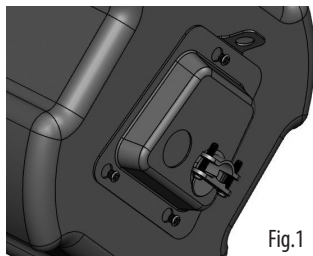
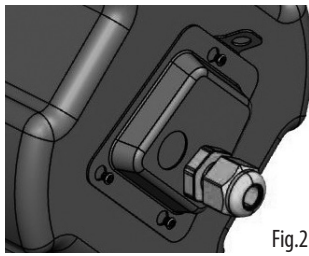
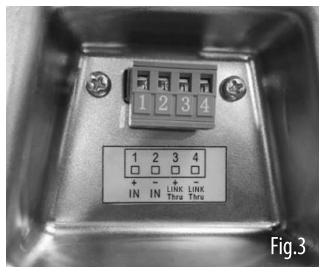

Fig.1
Fig.2
Fig.3
2. Corte o orifício na placa do forro com uma serra circular ou serra de almofada (Fig.2). Coloque o anel em C e a ponte de ladrilhos no topo do painel do teto, alinhando o anel em C sobre o orifício e aparafuse o anel em C na ponte de ladrilhos usando os fixadores fornecidos. (Fig.3)
Se estiver usando uma chave de força, a Tannoy recomenda um ajuste de torque de 1,5 Nm. (Fig.3)
2. Os alto-falantes vêm com uma braçadeira de cabo de alto-falante padrão (Fig.1) e uma bucha opcional para aplicações EN5424 (Fig.2). (Observe que o EN5424 não cobre os subwoofers CVS 801S e CVS801SLZ.)
3. Passe o cabo e fixe-o no conector do tipo Euro (Fig.3).'
4. Para conexão a um amplificador, use os pinos 1 e 2 (Figs.3, 4, 5):
1. Contrassegnare l'area ritagliata sul soffitto tracciando intorno al modello fornito. (Fig. 1)
2. Ritaglia il foro nel soffitto usando una sega a disco, quindi fai scorrere l'anello a C nel soffitto, allineandolo al foro ritagliato. (Fig.2)
Se si utilizza un driver di potenza, Tannoy consiglia una coppia di serraggio di 1,5 Nm. (Fig.3)
1. Inchioda o avvita l'anello di gesso ai travetti. (Fig. 1)
3. Ritaglia il foro nel soffitto usando una sega a disco. (Fig.2)
2. Gli altoparlanti vengono forniti con un pressacavo standard per altoparlanti (Fig.1) e un pressacavo opzionale per applicazioni EN5424 (Fig.2). (Si prega di notare che la EN5424 non copre i subwoofer CVS 801S e CVS801SLZ.)
3. Fate passare il cavo e collegatelo al connettore di tipo Euro (Fig.3). '
4. Per il collegamento a un amplificatore, utilizzare i pin 1 e 2 (Fig. 3, 4, 5):
2. Zaag het gat in de plafondtegels uit met een cirkelzaag of cirkelzaag (Afb.2). Plaats de C-ring en tegelbrug bovenop het plafondpaneel, lijn de C-ring uit over het gat, en schroef de C-ring op de tegelbrug met behulp van de meegeleverde bevestigingen. (Afb.3)
Bij gebruik van een power driver adviseert Tannoy een aanhaalmoment van 1,5 Nm. (Afb.3)
2. De luidsprekers worden geleverd met een standaard luidsprekerkabelklem (Afb.1) en een optionele wartel voor EN5424-toepassingen (Afb.2). (Houd er rekening mee dat EN5424 niet van toepassing is op de CVS 801S en CVS801SLZ subwoofers.)
3. Voer de kabel erdoor en bevestig deze aan de Euro-type connector (Fig.3). '
4. Gebruik voor aansluiting op een versterker pennen 1 en 2 (afb. 3, 4, 5):
- 2. Klipp ut hålet i takplattan med en cirkelsåg eller dynsåg (bild 2). Placera C-ringen och kakelbryggan ovanpå takpanelen, rikta C-ringen över hålet och skruva C-ringen på kakelbryggan med hjälp av de medföljande fästena. (Bild 3)